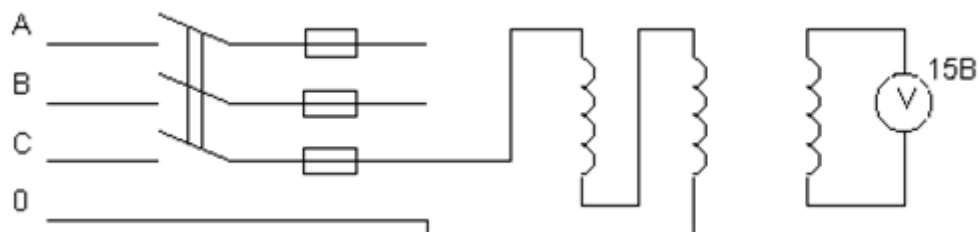

Рис.2.
2. Собрать цепь по схеме рис.2 и получить разрешение на ее включение. Определить “начало” и “конец” всех трех обмоток. Вольтметр на 15 В показывает напряжение, если у двух обмоток соединены “начало” с “концом” или “конец” с “началом”. Произвести два опыта при условии, если: